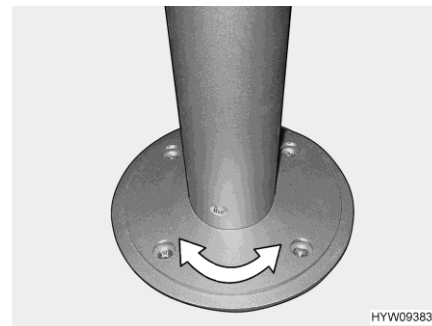

Bild 56 Pelar-bordsben (vridbart)
- Vrid bordsskivan till önskad position. Detta kräver en viss kraftansträngning eftersom bordsskivan vrids mot friktionsmotståndet på pelar-bordsbenet (Bild 56).